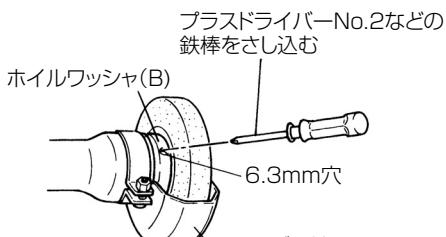

図 3
- (1) ホイルガードが下側になるように本体を安定した台に置きます。
- (2) トイシを手で回して、ホイルワッシャー(B)の6.3 mm穴が見えるようにし、図3のようにお手持ちのプラスドライバーNo.2を穴に奥までさし込みます(スピンドルの回り止めをします)。
- (3) 付属のスパナでナットをゆるめておきます。
- (4) M6ナベネジ(2本)をゆるめて、ホイルガードとガードキャップをはずします。
- (5) ナット、ホイルワッシャー(A)、トイシの順にはずします。